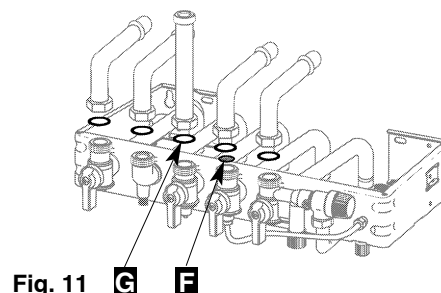

Fig. 11
- mettre en place les différents joints, **G (caoutchouc) sur le gaz, plus le filtre eau F sur l'eau froide**, et serrer les raccords des tubes de liaison en commençant par le tube gaz (fig. 11)